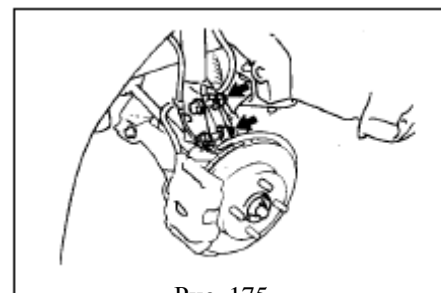

Рис. 175
- (1) Снимите переднее колесо
- (2) Открутите две гайки под амортизатором(рис. 175)